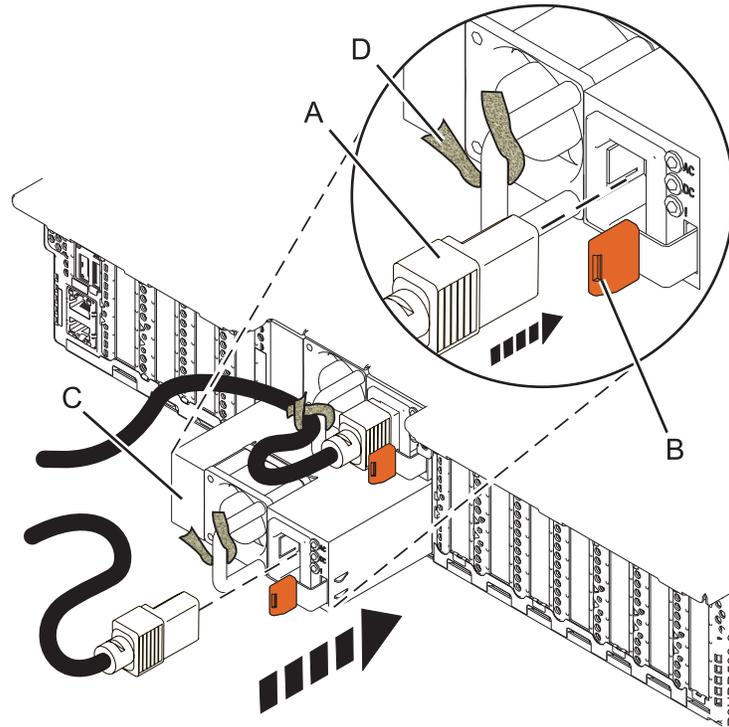

Abbildung 11. Austausch eines Netzteils im System
3. Richten Sie das Netzteil (C) auf die Position aus und schieben Sie das Netzteil in das System, bis die terrakottafarbene Verriegelung (B) einrastet, wie in Abb. 11.
4. Verbinden Sie das Netzkabel (A) mit dem Netzteil (C), wie in Abb. 11.
5. Verwenden Sie den Klettverschluss (D), um das Netzkabel am Netzteilgriff zu befestigen, wie in Abb. 11.